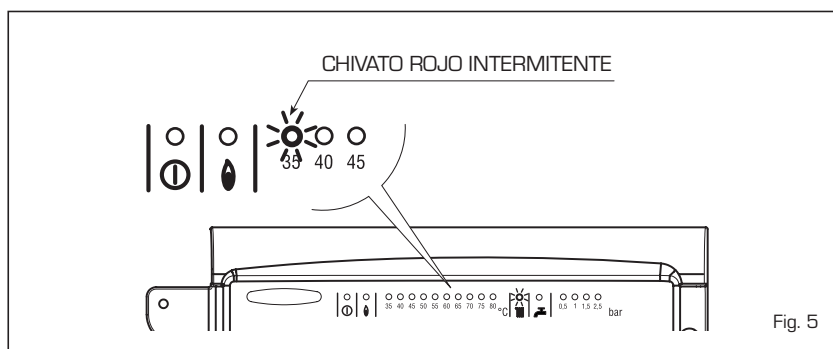

Fig. 5
- Actuación termostato de seguridad/humos (fig. 5)